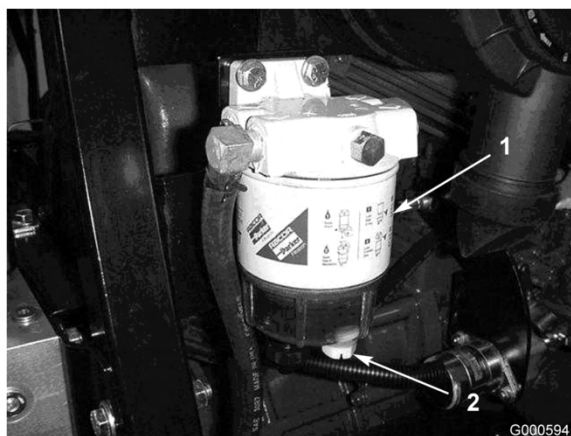

Figura 35
Retire a água ou outro tipo de contaminação do separador de água (Figura 35) diariamente.
2. Liberte o tampão de escoamento que se encontra na zona inferior do recipiente do filtro (Figura 35). Volte a apertar o tampão após o escoamento.